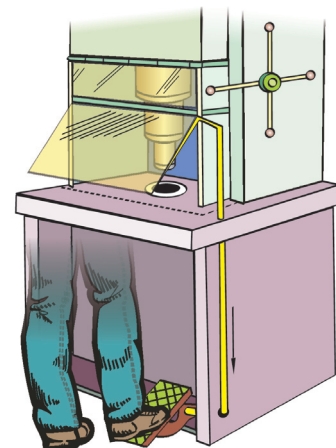

图48c 安全联锁保护装置的脚踏启动开关
①因为安全联锁装置或双手控制器可能在生产过
程中给劳动者带来不便，劳动者有时会擅自对其进行改造。联锁装置及其开关的设计应当能预防劳动者擅自改造，同时也不能被改锥、铅笔或胶带破坏或遮盖。双手控制器的设计应当确保操作者无法用一只手同时操作两个开关，也能预防操作者用带子固定、踩压、用膝盖按压或其他方式，同时操作两个开关，如图 48c 所示。②安全联锁屏障后面的巨大空间可产生严重危害，因为可能会发生屏障门已关闭而劳动者尚在危险区域内的情况，而其他并不知道劳动者还在屏障内，可能会关闭屏障门并启动机器。因此，所设计的钥匙应既能用于开门也能用于关门，还应该告诉劳动者将钥匙放在自己的口袋内，这样即使劳动者在危险区别人也无法使用该钥匙。③安全联锁装置也常用于电子设备。生产设备会被封装在一个有门和钥匙的箱子内。一旦用钥匙打开箱子，机器电源就同时被切断。